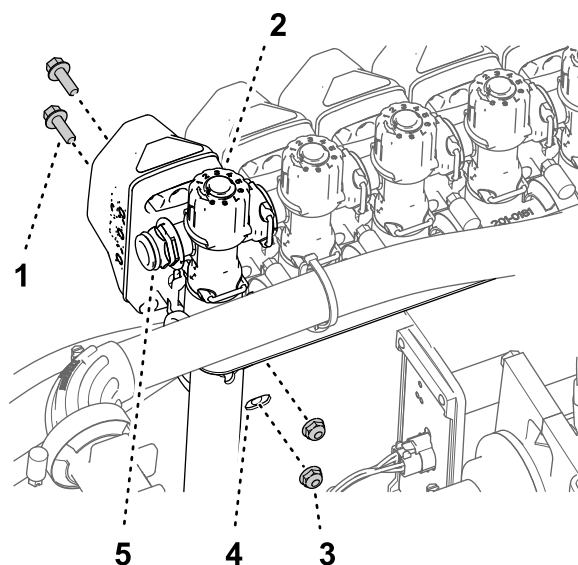
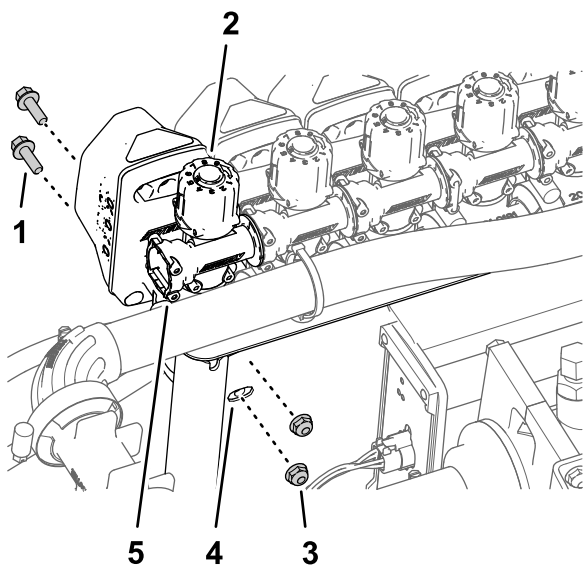

Figura 106
Figura 107
3. Monte la válvula de boquilla 10 en el soporte de las válvulas (Figura 106 o Figura 107) con los 2 pernos con arandela prensada ($\frac{1}{4}$ " x $\frac{3}{4}$ ") y las 2 contratueras ($\frac{1}{4}$ ") que retiró en el paso 2 de Retirada de las válvulas de sección del soporte del distribuidor (página 38).